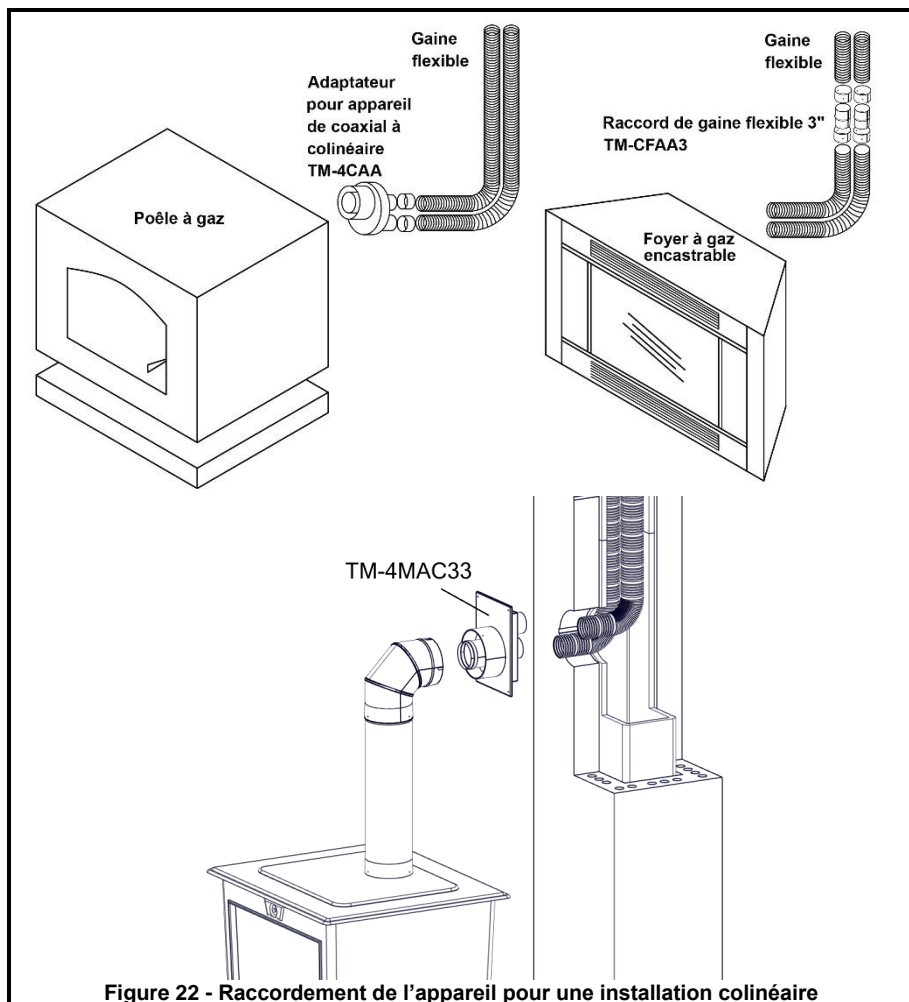

Figure 22 - Raccordement de l'appareil pour une installation colinéaire
3. Faites glisser les deux gaines flexibles dans la cheminée de maçonnerie une par une. Soyez prudent de ne pas endommager la gaine flexible. Si vous avez à assembler deux longueurs de gaine flexible, utilisez le raccord de gaine flexible (CFAAØ), comme montré à la Figure 22.
de coaxial à colinéaire (4CAA) ou un adaptateur inférieur co-linéaire pour maçonnerie (4MAC33). Voir la Figure 22.